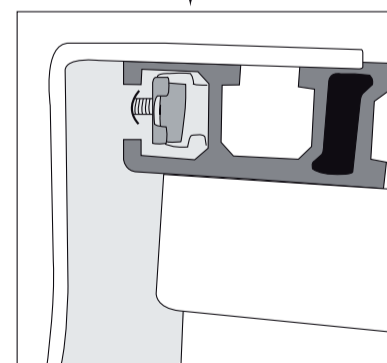

Figura 6
Montare la placca posteriore del supporto (4a) sul profilo di supporto (1) con il profilo, come sulla figura e muovere verso la parte anteriore. (Figura 6)